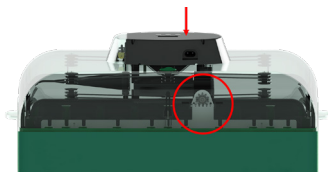

рис. 1
- 1 Установите верхнюю часть на основание в правильном положении. Мотор поворота яиц должен находиться над поворотной планкой. Проверьте, чтобы верхняя часть плотно прилегала по всему краю основания. (рис. 1)
**Отображение потери питания (РИС. 1) -** Если питание было прервано из-за отключения электроэнергии (или при первом включении), в углу дисплея мигает буква "P". Нажмите кнопку OK на 2 секунды или более, чтобы удалить индикатор. Если причина потери питания неизвестна, проверьте надежность подключения силового кабеля.
(Рис. 1)